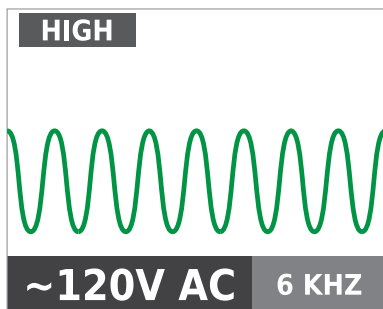

Figure 3.1b
3. Sélectionnez le mode de signal **ÉLEVÉ** pour la plupart des applications. L'écran apparaît comme indiqué en Figure 3.1b.
3. Sélectionnez le mode de signal ÉLEVÉ pour la plupart des applications. L'écran apparaît comme indiqué en Figure 3.1b.